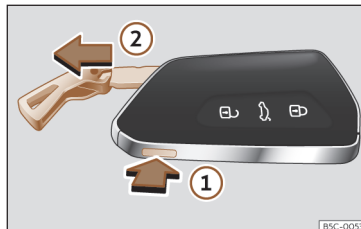

Fig. 70 Chave do veículo: retirar o palhetão.
- Pressione o botão >>> **Fig. 70 ①** para fazer sair a argola em forma de porta-chaves e poder retirar o palhetão ②. Se pressionar levemente a argola, esta ficará fixa em forma de porta-chaves.
- Pressione o botão >>> **Fig. 70 ①** para desbloquear. Mantenha o botão pressionado ① e, simultaneamente, puxe a argola na direção da seta >>> **Fig. 70 ②** para retirar totalmente o palheto.